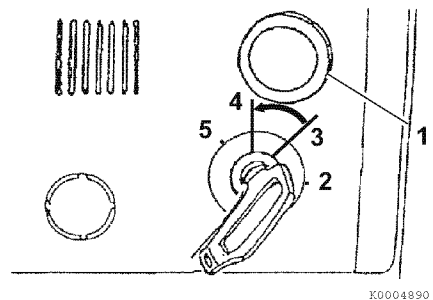

Figura 7
4. Con la llave en la posición ON, mantenga pulsado el botón de parada (1, **Figura 7**) hasta que se apague el motor.
5. Cuando el motor se haya detenido, gire la llave de contacto a la posición OFF (4, **Figura 7**).